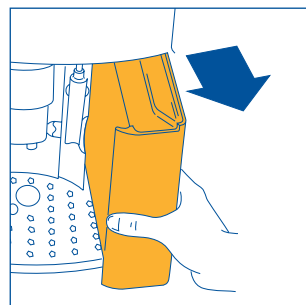

Fig. 1
- Træk vandbeholderen ud (fig. 1), skyl den og fyld den med frisk vand, men vær opmærksom på ikke at overstige mærket MAX. Når man fjerner beholderen, skal cappuccino adapteren altid være vendt imod midten af maskinen, for ellers forhindrer den udtækningen af beholderen.